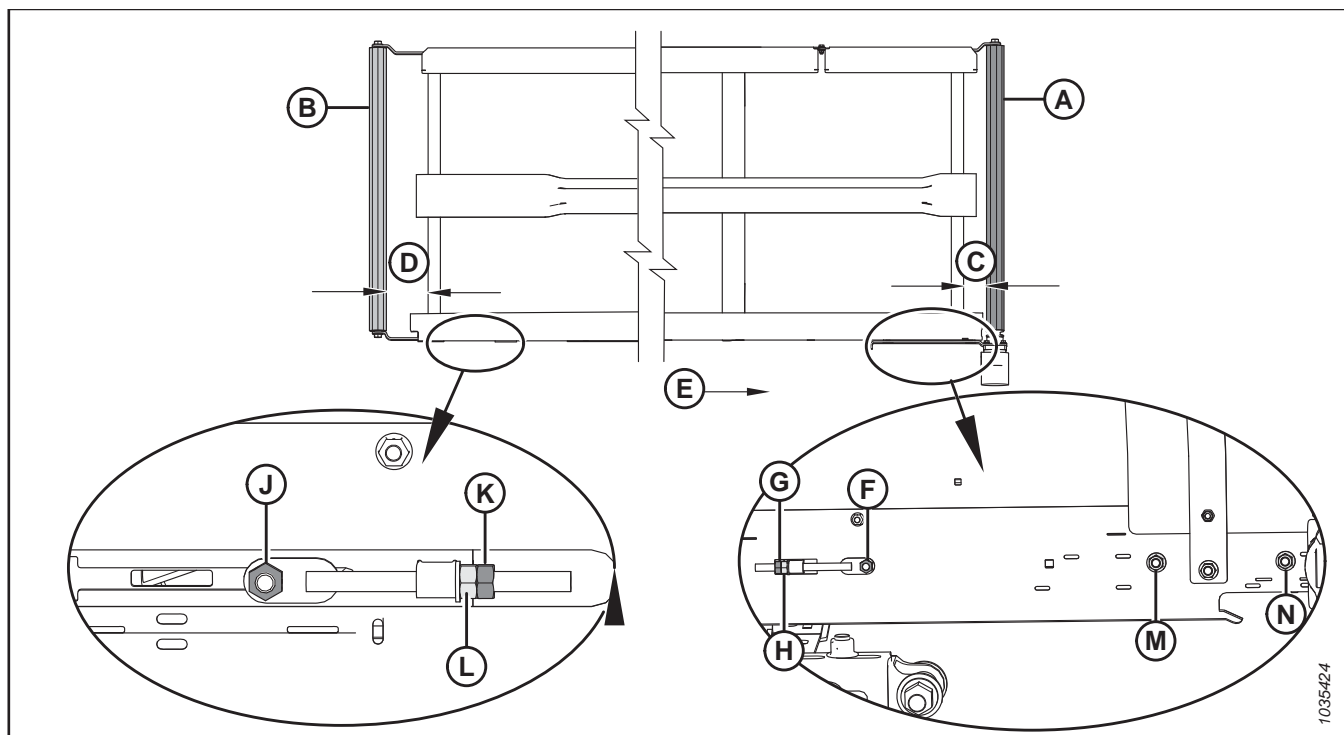

Рисунок 4.246: Регулировка хода полотна — левое полотно
2. Отрегулируйте приводной ролик (А), чтобы изменить параметр С (см. таблицу 4.2, страница 409 и рисунок 4.246, страница 409), выполнив следующее.
- а. Ослабьте гайки (F), (M) и (N), а также контргайку (G).
- б. Поверните регулировочную гайку (H).
- в. Затяните гайки (F), (M) и (N), а также контргайку (G).
3. Отрегулируйте натяжной ролик (В), чтобы изменить параметр D (см. таблицу 4.2, страница 409 и рисунок 4.246, страница 409), выполнив следующее.
- а. Ослабьте гайку (J) и контргайку (K).
- б. Поверните регулировочную гайку (L).